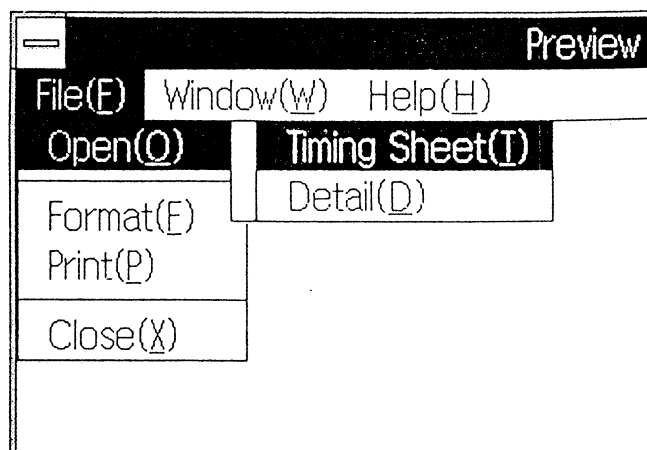

図11.3
③「File(F)」をクリックすると図11.3のようなサブメニューが表示されますので「Open(O)」をクリックします。
④「Timing Sheet(T)」と「Detail(D)」のメニューが現れどちらかを選択するとそれに応じた出力フォーマットで一覧表が表示されます。